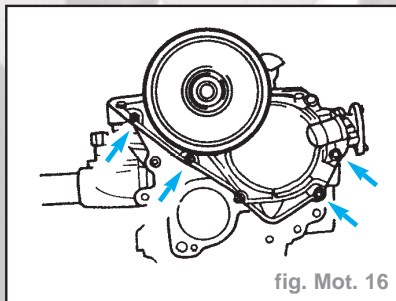

fig. Mot. 16
- Serrer les quatre vis (fig. Mot. 16).